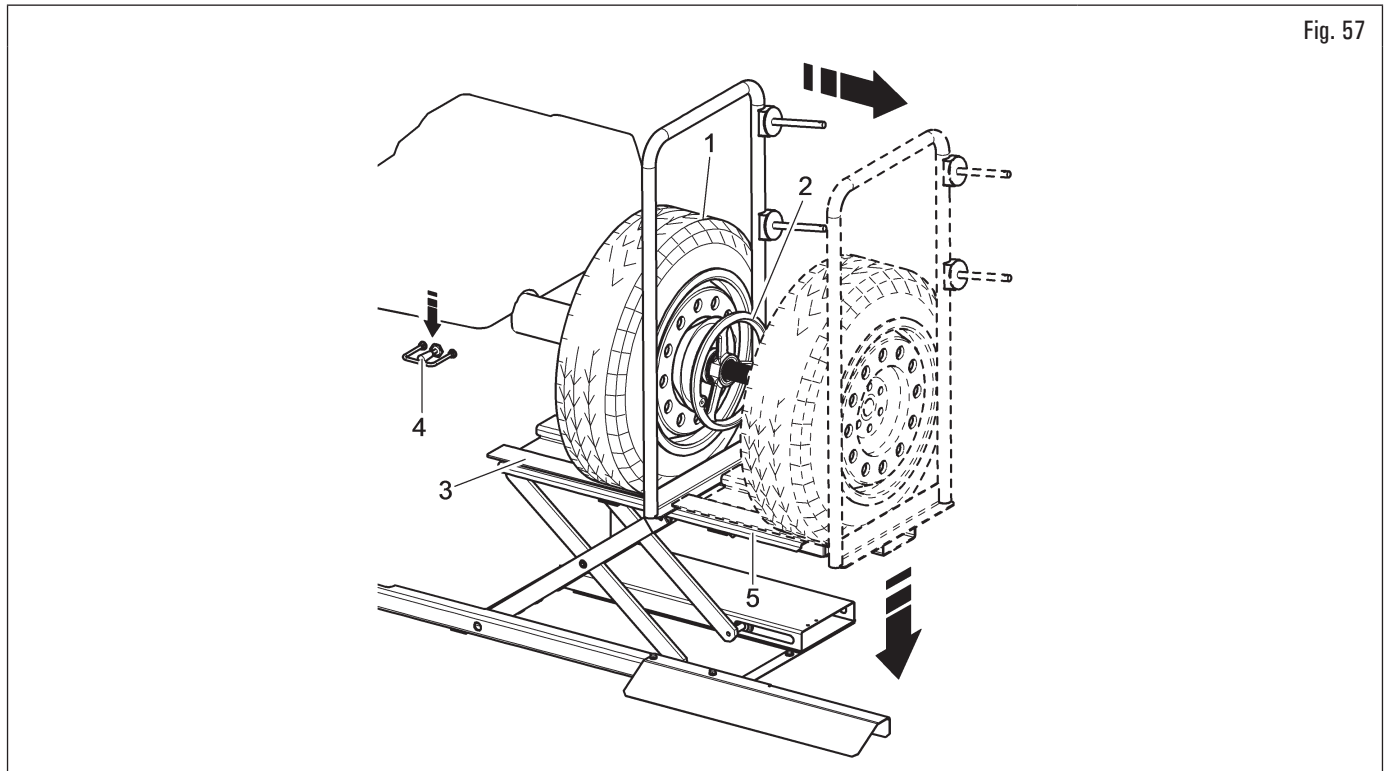

Fig. 57
3. desbloquear la rueda (Fig. 57 ref. 1) del mandril quitando los dispositivos de bloqueo (Fig. 57 ref. 2);
4. desplazar hacia derecha el soporte rueda (Fig. 57 ref. 3) junto al neumático apoyado que está sobre;
5. bajar el mando de bajada (Fig. 57 ref. 4) y bajar a tierra la plataforma (Fig. 57 ref. 5);